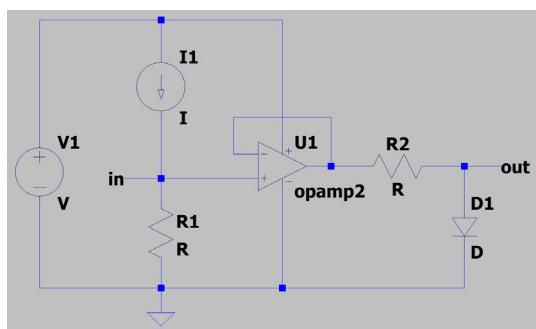

図 2.1 回路図を作成し終えた状態
7. ラベルを作成する。Label Net ボタンを押し, 空欄に in と入力する。OK を押し, オペアンプの非反転端子(+端子)にラベル in を貼る。同様にしてオペアンプの出力端子に out というラベルを貼る。ここまで作業すると 図 2.1 の様な回路図が完成するので, 適当な場所に保存する。